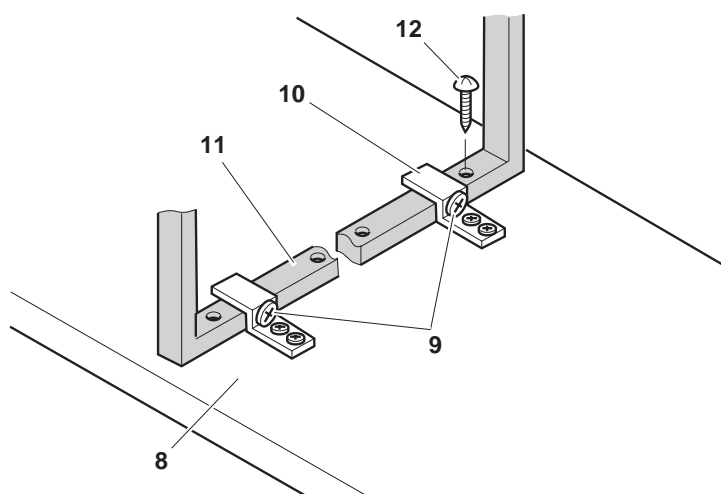

Fig. 16
- Ajuster la plaque avant **8** à l'aide des deux vis à tête goutte de suif **9** au tube transversal médian **11** et la la fixer avec une vis **12**. Fixer, si nécessaire, le cadre de lit et la plaque avant en haut au moyen d'un serre-joint et vérifier les joints de la plaque avant, voir **fig. 16**.